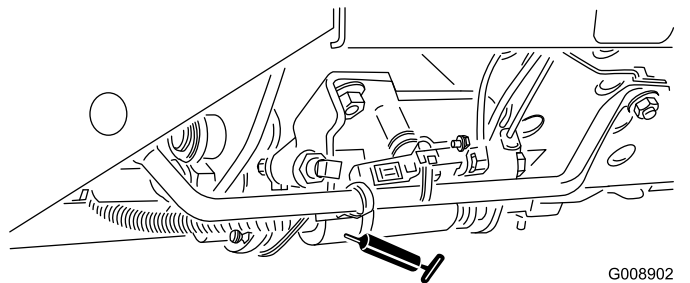

Figura 41
- Glisor pentru cosit/transport (Figura 41)